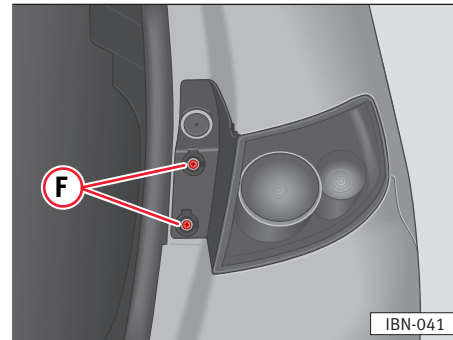

Abb.163
- Schrauben ⇒ Abb.163 Ⓣ mit dem Schlitzzeinsatz des Schraubendrehers herausdrehen.